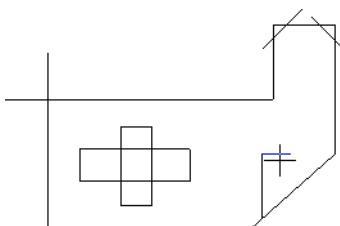

图 4-12 选取延伸对象
- 06 在“修剪/打断/延伸”工具栏中单击“指定点”按钮 $\text{[+]$ 》，根据系统提示，移动光标选择要修剪/延伸的对象，如图 4-12 所示。